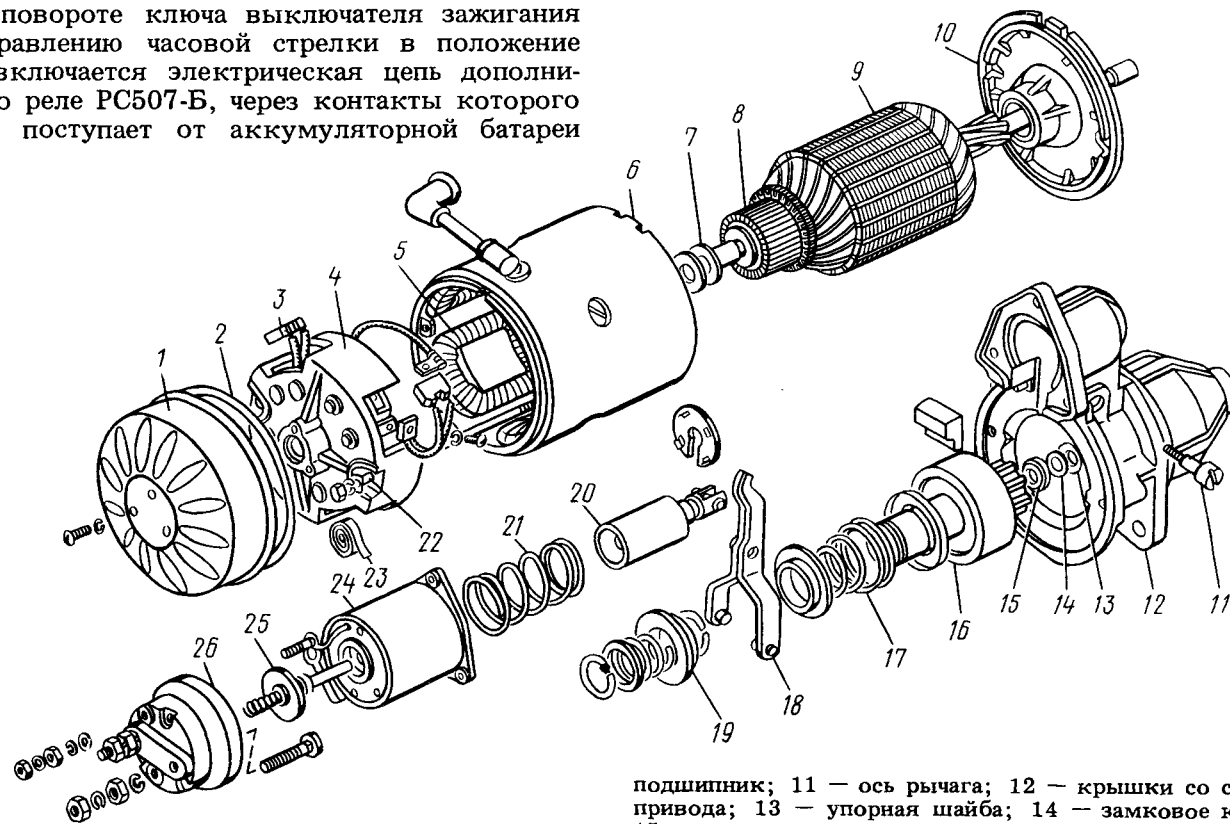

Рис. 210. Стартер:
Стартер представляет собой четырехполюсный, четырехщеточный электродвигатель постоянного тока. Вал стартера вращается по часовой стрелке (если смотреть со стороны привода стартера). Устройство стартера и электромагнитного реле показано на рис. 210.
- снять защитный кожух 1 (см. рис. 210);
3. Упорная шайба 13 (см. рис. 210) надевается на вал якоря со стороны привода.